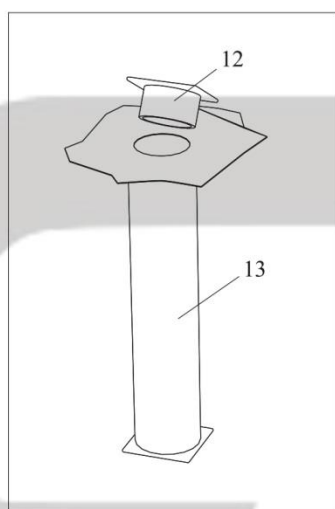

Рис. 3
2. В месте, где будут размещаться стойки, пробурить отверстие $\varnothing 350 \div 400$ мм и глубиной не менее 350мм. Забетонировать в отверстиях стаканы так, чтобы верхний край стаканов был на одном уровне с верхней плоскостью пола (рис. 3).